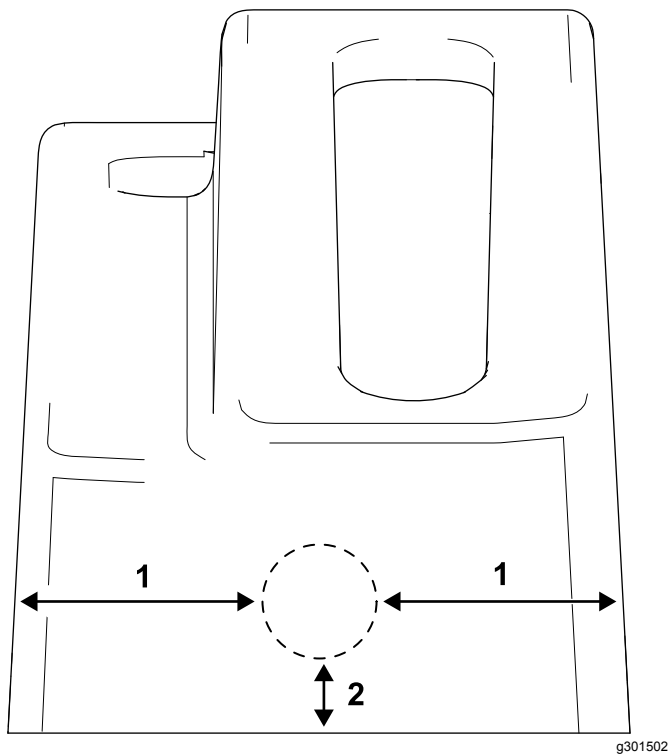

Рисунок 2
3. Просверлите отверстие (диаметром 3 см) в передней части кожуха, как показано на Рисунок 2.